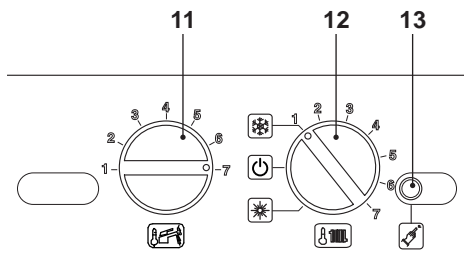
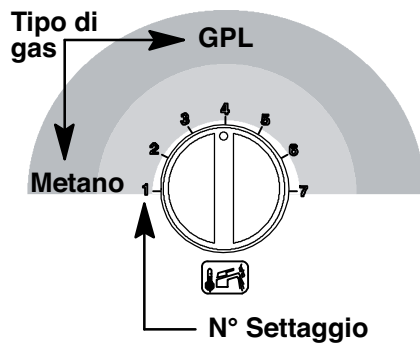
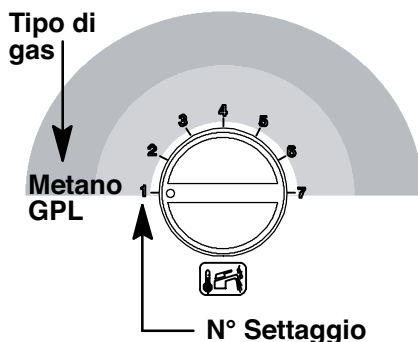

Fig. 8.2
Fig. 8.7
Fig. 8.11
- Posizionare il selettore 11 e la manopola regolazione sanitario 12 come in Fig. 8.2.
- Per settare il Tipo di gas bisogna entrare in programmazione premendo per 15 secondi il pulsante di ripristino 13 in Fig. 8.2 fino alla comparsa del parametro P01 sul display LCD; sul display LCD compare la seguente visualizzazione (la sequenza P01 si alterna - - - -).
- Premere il pulsante di ripristino 13 in Fig. 8.2 per lo scorrimento dei vari parametri sino al raggiungimento del parametro **P05** valido per il settaggio del Tipo di gas; sul display LCD compare la seguente visualizzazione (la sequenza **P05** si alterna a **01**).
Esempio: Se il tipo di gas di alimentazione è il GPL (G30-G31) e la caldaia è predisposta per il funzionamento con il gas Metano (G20) ruotare la manopola 11 in Fig. 8.2 come in Fig. 8.7.
- Premere il pulsante di ripristino 13 in Fig. 8.2 per il raggiungimento del parametro **P06** valido per il settaggio del Tipo di gas (secondo livello); sul display LCD compare la seguente visualizzazione (la sequenza **P06** si alterna a **01**).
- Per cambiare il settaggio ruotare la manopola regolazione temperatura sanitaria 11 in Fig. 8.2 e posizionarla sulla posizione prescelta vedi anche Fig. 8.11.